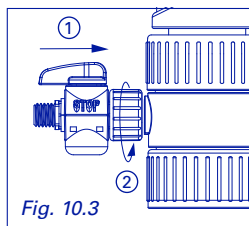

Fig. 10.3
- 2 Sperrhahn montieren (Abb. 10.3)